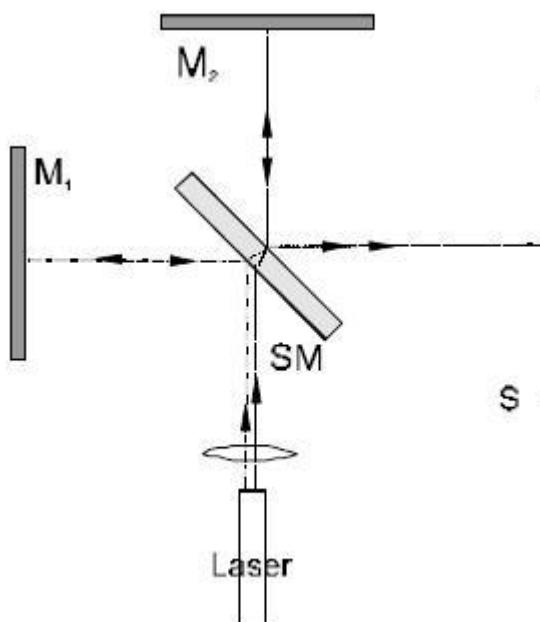

Fig. 2 Appareillage expérimental : interféromètre de Michelson (M₁, M₂ = miroir, SM = miroir semi-transparent, S = écran en verre mat)
- Placez le laser approximativement au milieu du côté longitudinal du tableau (Fig. 2), puis alignez le rayon laser parallèlement à la plaque de montage (voir remarques).
- Placez le miroir semi-transparent entre le laser et le miroir M₂ (voir Fig. 2). L'angle compris entre le miroir semi-transparent et l'axe du rayon laser devrait se rapprocher aussi exactement que possible d'une valeur de 45 degrés.
- Montez l'écran en verre mat, conformément à la Fig. 2. Veillez à ce que le rayon laser tombe au milieu de cet écran.
Lors d'un montage conforme à la Fig. 2, il est important que les ondes sphériques se superposent ne forment qu'un petit angle. Les structures d'interférence sont alors visibles sur la surface I (voir Fig. 3a). Si cet angle est trop grand (Fig. 3b), il n'est pas possible d'observer les interférences. C'est pourquoi il est important d'aligner le rayon laser afin qu'il chemine parallèlement à la plaque de montage et qu'il continue à cheminer parallèlement après sa réflexion sur les miroirs M₁ et M₂.